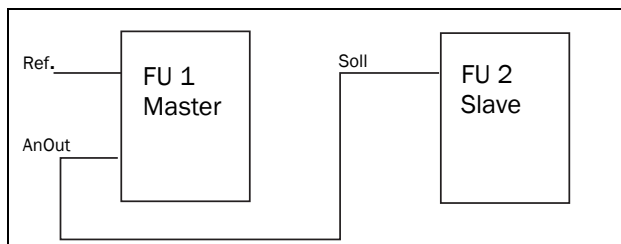

Abb. 97
- als Sollwert für den nächsten Umrichter in einer Master/Slave-Konfiguration, siehe Abb. 97.